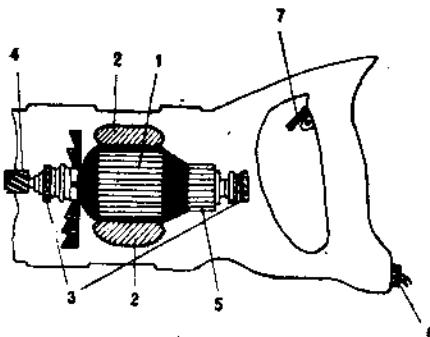

Рис. 28. Двигатель.
4. Техническое описание: а) двигатель	Электродвигатель состоит: из якоря (1) барабанного типа и станины (2) (электромагниты), которые заключены в коробку и вместе с пильной частью составляют корпус пилы. Якорь свободно вращается в поле электромагнитов и монтируется на двух шарикоподшипниках (3). С одной стороны на вал якоря надета цилиндрическая шестерня (4), служащая для передачи движения вала передаточному механизму, а с другой — коллектор (5), по которому скользят щетки, соединенные проводами с обмоткой электромагнитов. Общие концы присоединены через курковой выключатель (7) к токоподводящему кабелю (6) (см. рис. 28 на стр. 32).